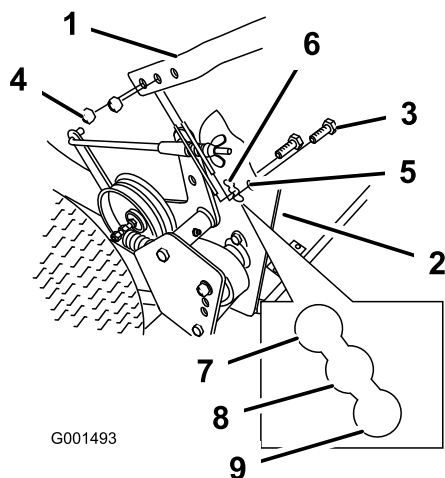

Figure 15
2. Desserrez les boulons supérieurs ((3/8 x 1-1/4 pouces)) et l'écrou à embase de fixation de la poignée au bâti arrière (Figure 15)
3. Retirez les boulons inférieurs ((3/8 x 1 pouce)) et les écrous à embase de fixation de la poignée au bâti arrière (Figure 15)